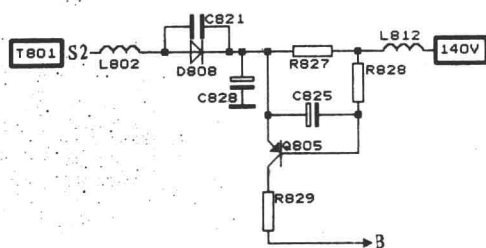

图 5
5. 140V 过流保护: +B140V 过流保护电器原理见图 5。正常时,R827 两端压降很小,Q806 截止。一旦负载电流增大,R827 上压降随之增大,同时给 C825 充电,当 $V_{C825} \approx 0.7V$,Q806 导通,140V 电压经 R829、R568 分压,使中心检测点⑤出现高电位,Q554 导通,复合保护电路激活,电路设定至备用状态。